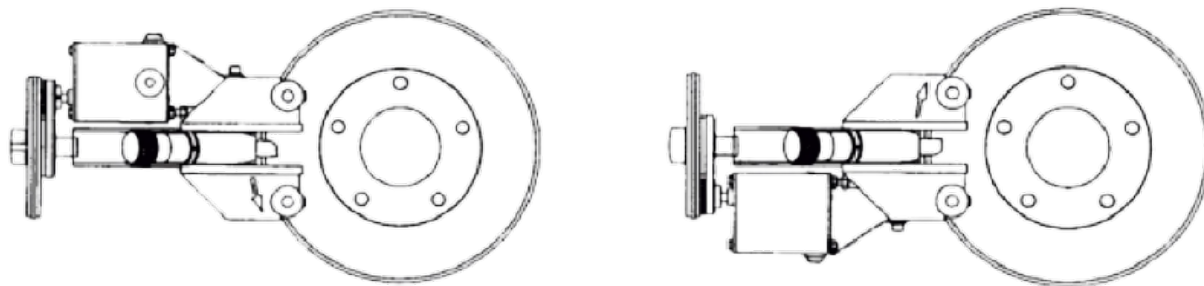

Рисунок 22
**7.5.2** При необходимости переверните блок проточки на 180° в вертикальной плоскости (рис. 22).
- При необходимости разверните блок проточки CL-801 на 180 градусов таким образом, что приводной блок окажется снизу (рис. 22)